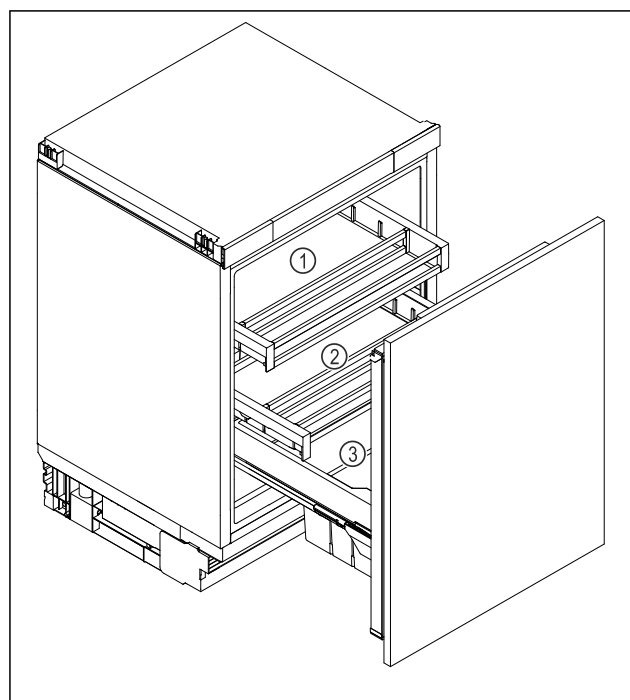

Fig. 31 Représentation à titre d'exemple
- Tiroir supérieur Fig. 31 (1) : conserver le beurre, le fromage, les conserves et les tubes.
- Tiroir inférieur Fig. 31 (2) : conserver les aliments facilement périssables, tels que les plats cuisinés, le poisson, la viande et la charcuterie.
- Compartiment à fruits et légumes Fig. 31 (3) : conserver les fruits et légumes emballés.
- Compartiment à boissons Fig. 31 (3) : conserver les bouteilles.